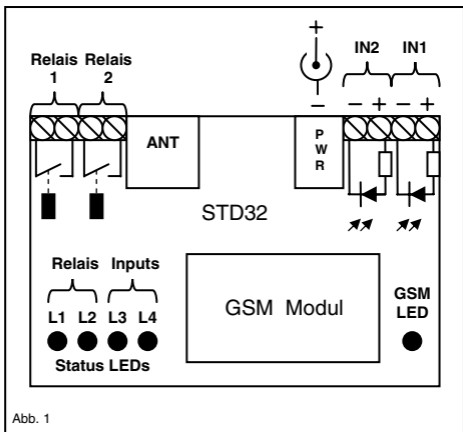

Abb. 1
- Gebruik de STD32 alleen met een bedrijfsspanning tussen 5-32V gelijkstroom en houd rekening met de polariteit! (zie afbeelding 1) De stroombron dient tenminste 500 mA te kunnen leveren. Als u een netadapter als spanningsbron gebruikt, dan dient deze onvoorwaardelijk aan de VDE-voorschriften te voldoen!
Zoals te zien in afbeelding 1, beschikt de STD 32 over vier paar schroefklemmen. Twee paar (In1, In2) vormen de ingangen voor twee optische koppelaars. De andere twee paar (Relais1, Relais2) zijn de uitgangen (schakelaars) van twee relais op de STD32.